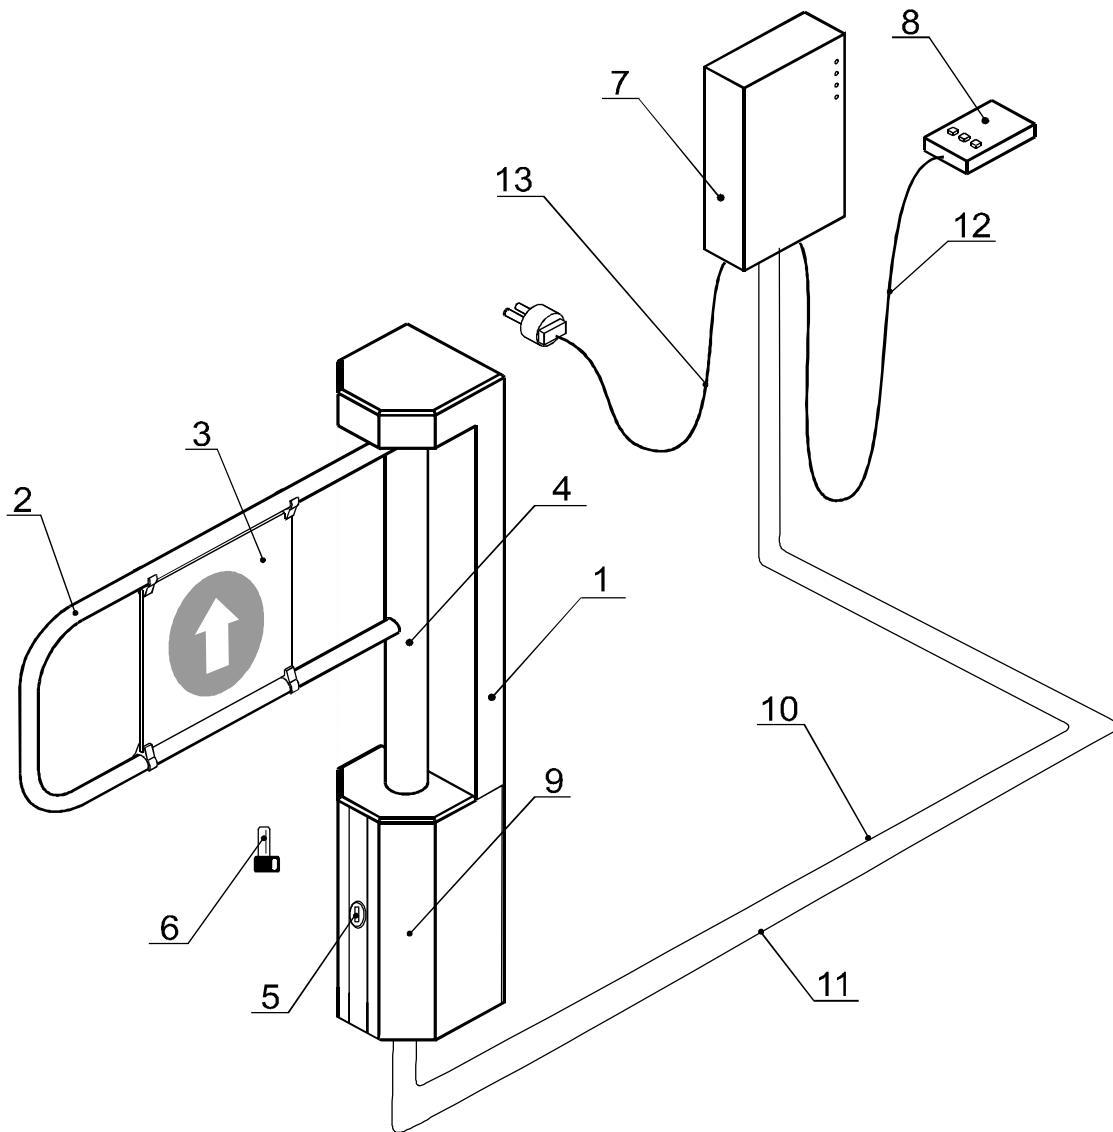
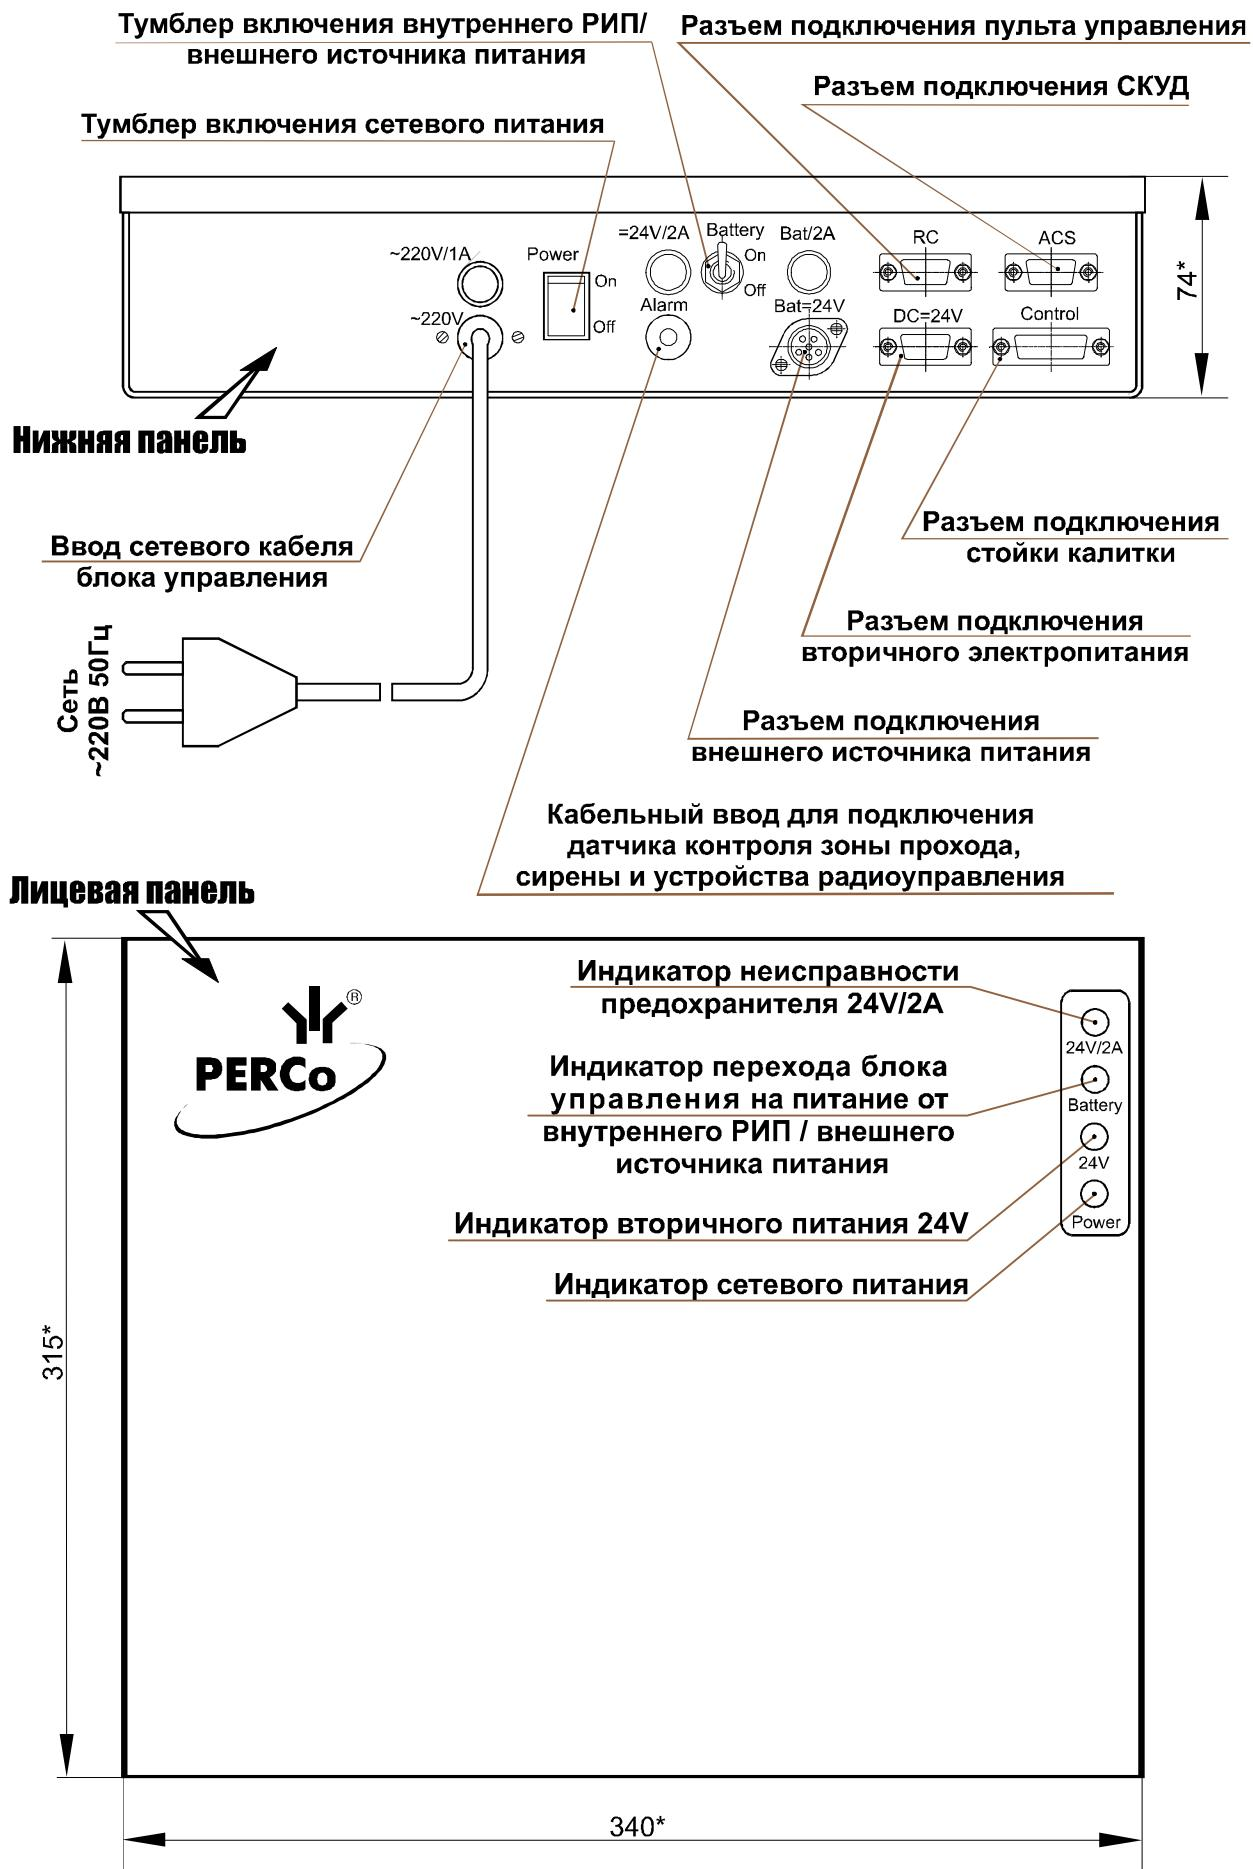

Рис. 1. Общий вид калитки:
Рис. 3. Блок управления
Общий вид калитки представлен на рис. 1.
5.2.3. Пульт управления (8) выполнен в виде небольшого настольного прибора в корпусе из ударопрочного АБС пластика, и предназначен для задания и индикации режимов работы калитки. Пульт управления подключается к блоку управления гибким многожильным кабелем (12) пульта управления через разъем «RC» (см. рис. 1 и рис. 3). На лицевой панели корпуса пульта управления расположены три кнопки для задания режимов работы калитки. Над кнопками расположены индикаторы. Средняя кнопка (далее — кнопка **STOP**) предназначена для переключения калитки в режим «Запрет прохода».
5.2.4. Блок управления (7) (см. рис. 1 и рис. 3) выполнен в виде отдельного прибора в закрытом металлическом корпусе, обеспечивающем настенное крепление с антисдергивающей фиксацией. Возможно настольное применение блока управления. В корпусе блока управления находятся: силовой трансформатор, две платы вторичного электропитания, плата процессорного модуля, два аккумулятора внутреннего РИП по 12В. На лицевой панели блока управления расположены следующие индикаторы:
Подключение СКУД производится с помощью кабеля к разъему «**ACS**» блока управления (см. рис. 3). Назначение контактов разъема «**ACS**» блока управления показано на рис. 4.
Ключ замка механической разблокировки предназначен для разблокировки калитки в аварийном режиме, при выходе из строя всех подключенных источников питания блока управления — отключении сетевого питания и полном разряде внутреннего аккумулятора внутреннего РИП (либо при выходе из строя внешнего источника питания, если он используется). Для разблокировки калитки необходимо вставить ключ (6) (см. рис. 1) в замок (5), повернуть ключ на 90° по часовой стрелке, затем вынуть его из замка. После этого преграждающую створку можно свободно поворачивать в обе стороны.